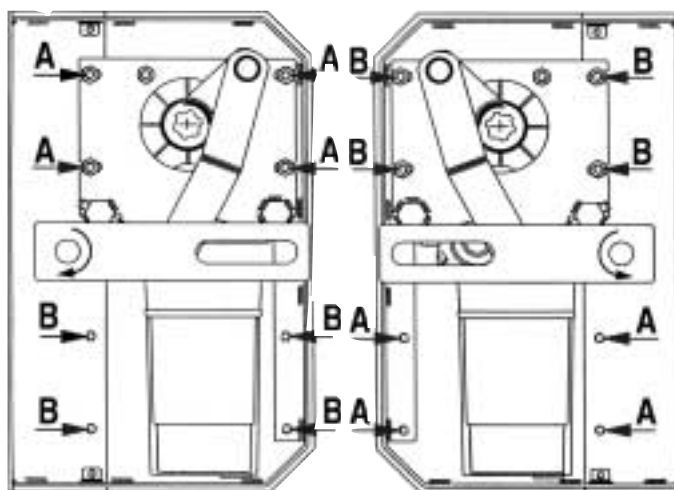

Fig. 15
- Di seguito svitate i quattro dadi che fissano la piastra alla cassa e che bloccano il riduttore in posizione (Fig.15-A/B).